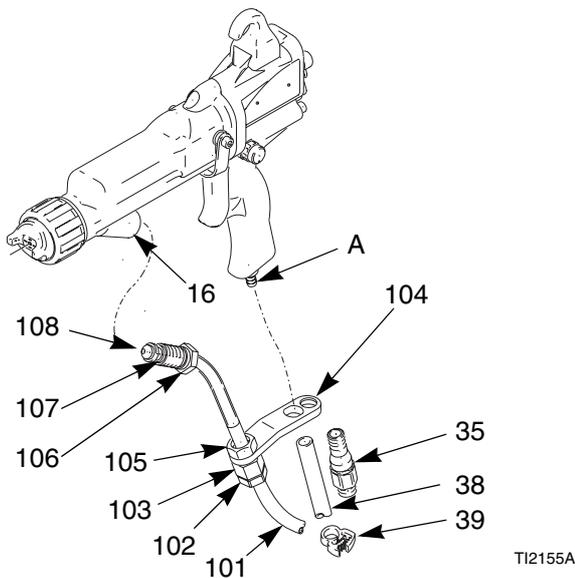
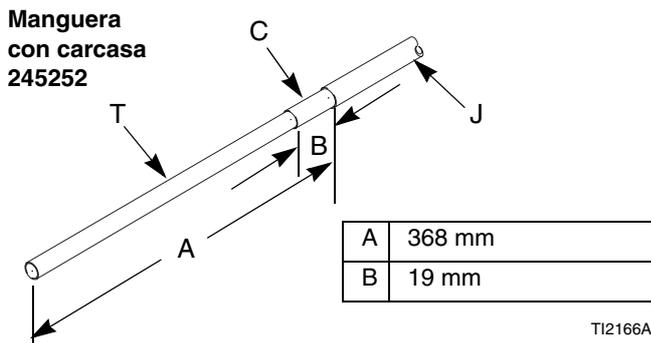
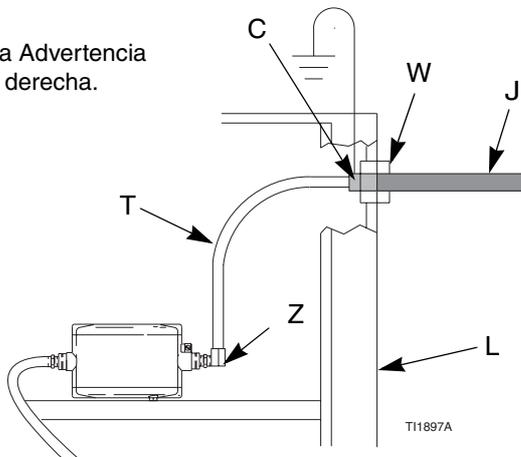

Fig. 3. Conectar la manguera de fluido
Fig. 6. Dimensiones de la manguera para suspensiones acuosas (en el recinto WB100 de Graco)
Fig. 7. Conexión de la manguera de fluido con carcasa en el recinto WB100 de Graco
Utilice siempre una manguera de fluido para suspensiones acuosas Graco entre la salida de fluido del sistema aislante de tensión y la entrada de fluido de la pistola. Vea FIG. 3. La manguera de fluido para suspensiones acuosas (101) consiste en un tubo interno de PTFE (T) y una camisa exterior resistente a la abrasión (J). La manguera con carcasa 245252 también tiene una capa conductora (C). La capa conductora está conectada a tierra en el soporte del racor de la pistola (104).
Vea FIG. 3.
3. Aplique generosamente grasa dieléctrica (40) en la junta tórica (107) y en las roscas del racor (106). Tire hacia atrás del racor 38 mm y aplique grasa a la parte expuesta de la manguera de PTFE para llenar el área que queda entre la manguera y el racor. Asegúrese de que la entrada del cañón esté limpia y seca, y después enrosque el racor en la entrada de fluido del cañón de la pistola (16). Vea FIG. 3.
4. Afloje la tuerca de alivio de tensión (102) de forma que el soporte puede moverse libremente por la manguera.
5. Alinee los orificios del soporte (104) con la entrada de aire y la salida de evacuación de aire del escape. Sujete con el racor de la entrada de aire (35). Apriete la tuerca de alivio de tensión (102) para sujetar la manguera.
6. Compruebe que la tuerca (105) está bien apretada en el alojamiento de la contera (103).
7. Presione el tubo de escape (38) sobre el adaptador con muescas (A). Asegure el tubo con la abrazadera (39).
- a. *Recinto WB100 de Graco:* Deslice la manguera a través del racor de alivio de tensión (W). Compruebe que la capa conductora (C) ha pasado a través del racor. Apriete a un par de 6,2 N.m. Tire de la manguera para comprobar que está bien sujeta. Cumpla los requisitos de la **Advertencia** de la derecha. Vea FIG. 6. y FIG. 7.